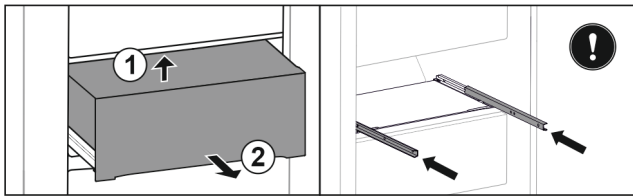

Fig. 142
- ▶ Підняти висувний ящик знизу назад. Fig. 142 (1)
- ▶ Вийняти висувний ящик рухом вперед. Fig. 142 (2)